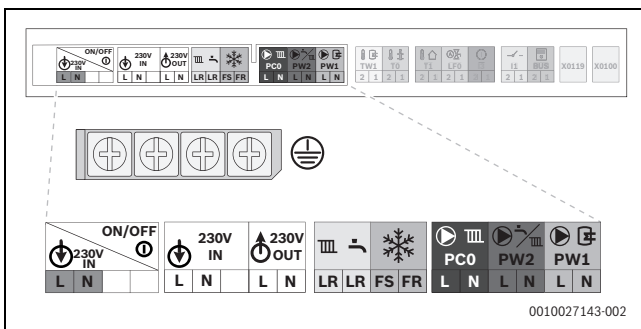

Bild 130 Netzspannungsbereich: Klemmleiste
- Kabel an der Klemmleiste für externes Zubehör (→ Bild 130 und Bild 131) anschließen.